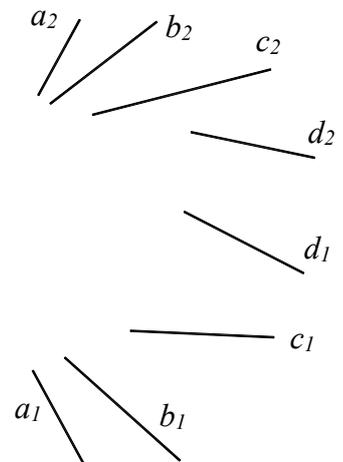

Рис. 2
78. Построить прямую, пересекающую четыре данные прямые a, b, c, d общего положения (рис. 2). Сколько решений может иметь эта задача?